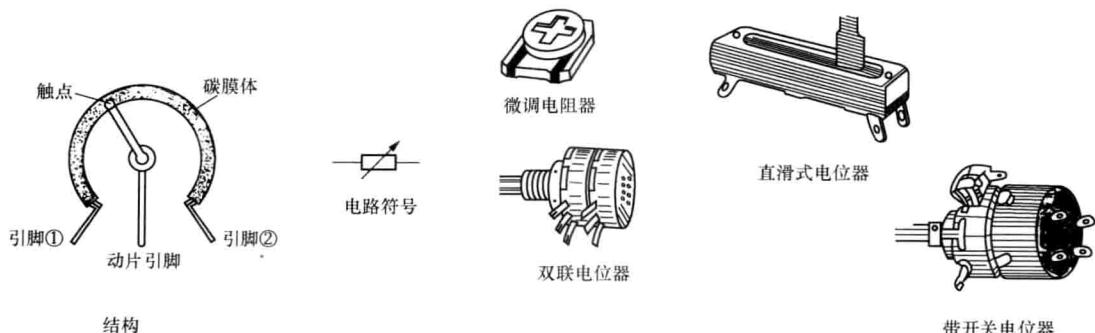

图 1-3 可变电阻器电路符号及外形
常用可变电阻器的电路符号及外形如图 1-3 所示。
可变电阻器的结构和电阻值变化的原理可用图 1-3 所示的结构图来说明。从图中可以看出，它的两根固定引脚接在碳膜体两端，碳膜体是一个电阻体，在两根引脚之间有一个固定的电阻值。动片引脚上的触点可以在碳膜上滑动，这样动片引脚与两固定引脚之间的阻值将发生大小改变。当动片触点顺时针方向滑动时，动片引脚与引脚①之间阻值增大，与引脚②之间阻值减小；反之，动片触点逆时针方向滑动，引脚间阻值反方向变化。在动片触点滑动时，引脚①、②之间的阻值是不变的，但是若动片引脚与引脚②或引脚①相连通后，动片触点滑动时引脚①、②之间的阻值便发生改变。可变电阻器的阻值是指两个固定引脚之间的
图 1-3 带开关的电位器是组合电位器，其中三根引脚装置在一处，两根引脚为固定引脚，一根为动片引脚，开关引脚装置在另一处，通常是装在电位器的背面。这种带开关的电位器，在转柄旋到最小位置后再旋转一下，便将开关断开。在开关接通之后，调节电位器过程中对开关便没有影响，一直处于接通状态。图 1-3 中双联旋转式电位器又有同心同轴（调整时两个电位器阻值同时变化）和同心异轴（单独调整）之分。直滑式电位器的特点是操纵柄往返做直线式滑动，滑动时可调节电阻值。